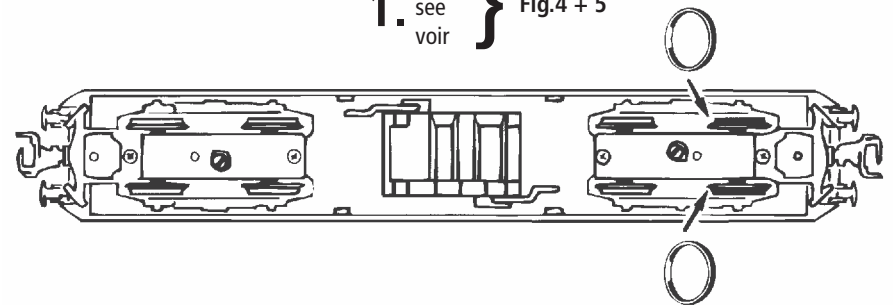

Fig. 6
3. Haftreifenwechsel: Zuerst den Getriebedeckel abnehmen (Fig. 4). Danach den **Radsatz** herausnehmen und die **Haftreifen** mit einer Nadel od. mit einem feinen Schraubendreher abziehen (Fig. 6). Beim Aufziehen der neuen Haftreifen darauf achten, dass diese sich nicht verdrehen.
3. Change of traction tyre: Remove the gear cover (fig. 4). Take out **wheel set** and remove **traction tyre** using a pin or a fine screwdriver (fig. 6). When pressing on the new traction tyre please **avoid twisting it**.
3. Échange des bandages d'adhérence: Démontez d'abord **le couvercle du carter des engrenages** des engrenages (fig. 4). Délogez ensuite les essieux bandagés et enlevez, à l'aide d'une aiguille ou d'un tournevis fin, les bandages d'adhérence (fig. 6). Lors du montage des nouveaux bandages veuillez veiller à ce que les bandages **ne soient pas tordu**.